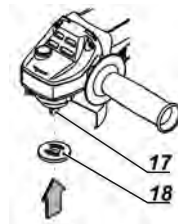

Fig. 4 – Montagem de acessório na máquina
- 2 - Coloque a flange (18) no eixo (17) Fig. 4;